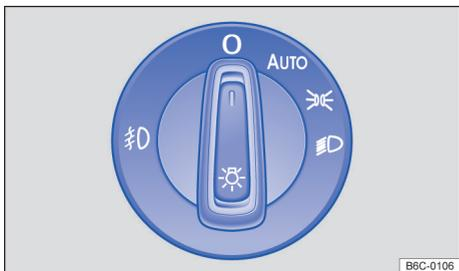

Fig. 72 Ao lado do volante: interruptor de luzes (uma variante).
- **Ligar o farol de neblina** \Rightarrow : puxe o interruptor das luzes para fora \rightarrow Fig. 72, até a primeira ranhura. A luz de controle \Rightarrow se acende no interruptor na cor verde.